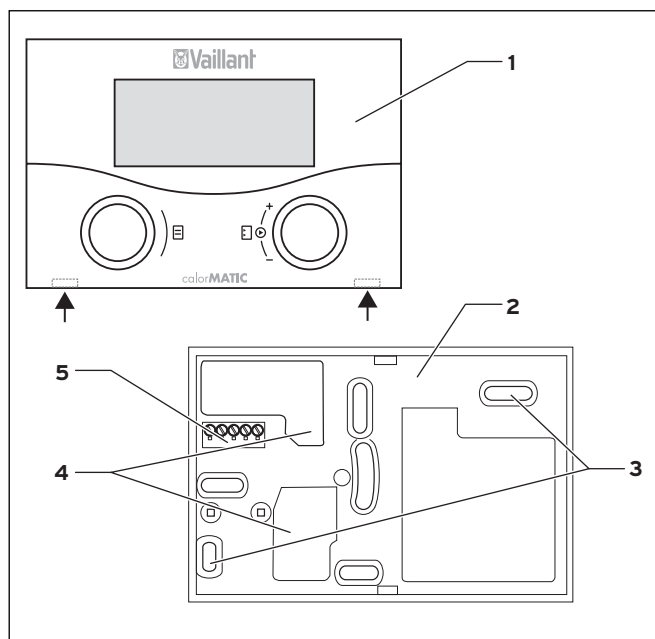

Рис. 4.1 Монтаж calorMATIC 392
- ⇒ Извлеките регулятор (1) из настенного цоколя (2). Для этого введите отвертку в обе защелкивающиеся накладки (см. стрелки на рис. 4.1).
- ⇒ Просверлите два отверстия соответственно крепежным отверстиям с диаметром 6 мм (3).
- ⇒ Проведите кабель электронной шины через кабельные вводы (4).
- ⇒ Осторожно вдавите регулятор в настенный цоколь, чтобы он защелкнулся. При этом штырьковый коннектор с обратной стороны регулятора должен подходить к штекерному разъему (5) настенного цоколя.